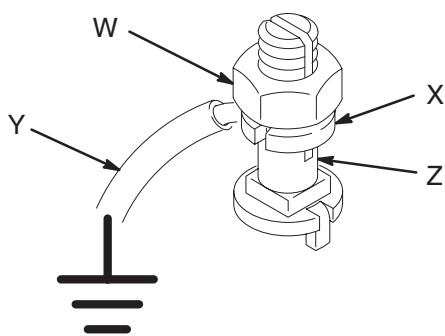

Abb. 1
1. *Pumpe:* Erdungsdraht und Klammer verwenden. Siehe Abb. 1. Die Sicherungsmutter (W) und die Scheibe (X) der Erdungsklammer lösen. Ein Ende eines mindestens 1,5 mm2 dicken Erdungskabels (Y) in den Schlitz der Klammer (Z) stecken und die Sicherungsmutter fest andrehen. Das andere Ende des Kabels mit einer guten Masse verbinden. Erdungskabel und Klemme mit Teile-Nr. 237-569 bestellen.